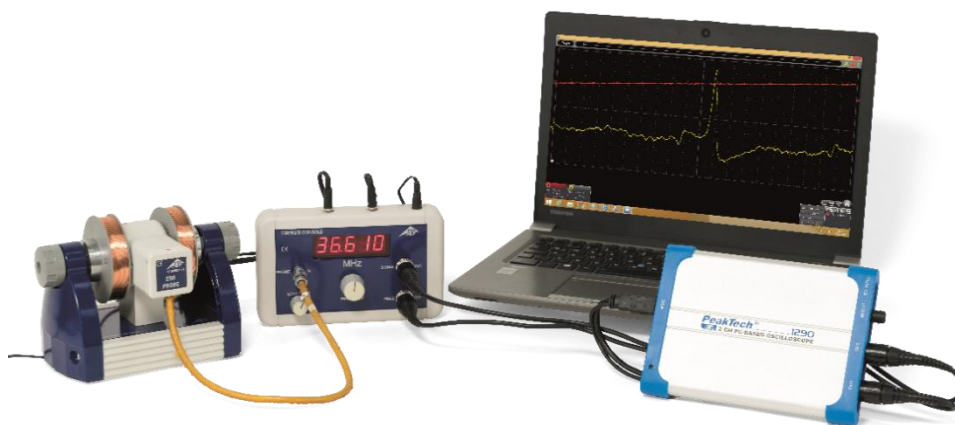

Fig. 3: Arranjo experimental para RPE com um osciloscópio para PC
- Conecte a saída "SIGNAL OUT" da unidade de controle ao canal 1 do osciloscópio e a saída "FIELD OUT" ao canal 2 (veja fig. 3).